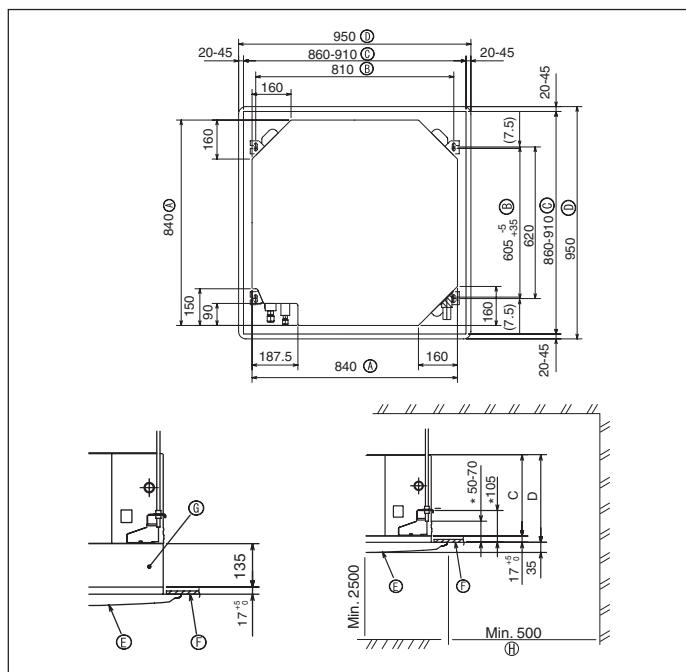

Fig. 3-2
①	Χάρτινο αποτύπωμα εγκατάστασης	1
②	Ροδέλλα (με μόνωση)	4
③	Ροδέλλα (χωρίς μόνωση)	4
④	Κολάρα σωλήνων (για συνδέσεις των σωλήνων ψυκτικού)
⑤	μικρής διαμέτρου μεγάλης διαμέτρου	1
⑥	Ταινία	1
⑦	Βίδα με ροδέλλα (M5 x 25) για τη στερέωση της γρίλιας	8
⑧	Ακροσύνδεσμος αποχέτευσης	4
⑨	Μόνωση	1
⑩	Παξιμάδι ρακόρ 1/4F(P60)	1
3.2. Ανοίγματα στο ταβάνι και θέσεις για την τοποθέτηση των μπουλονιών ανάρτησης (Fig. 3-2)